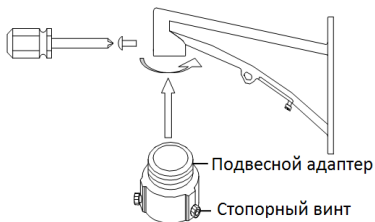

Рисунок 2-10 Подвесной адаптер
- Кронштейн на рисунке 2-7 является рекомендуемым кронштейном для данной серии скоростных поворотных камер, подвесной адаптер требуется, только если выбран другой тип кронштейна. Смотрите рисунок 2-10.